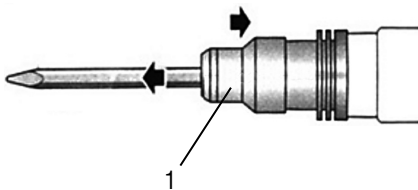

Fig. 3 – Remoção do acessório
Para remover o acessório, puxe e segure a capa do mandril (1) e puxe o acessório para frente (Fig. 3). Todos os acessórios devem ser limpos após a utilização.